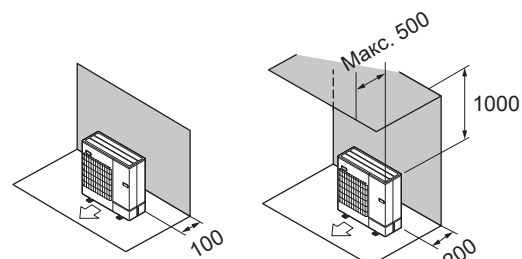

Fig. 2-7
- ① Көдергілер тек артқы жағында (Fig. 2-7)